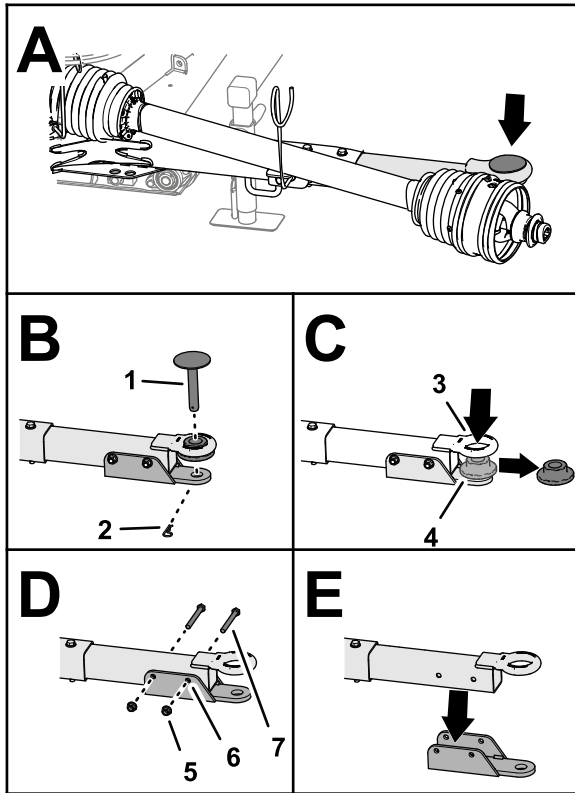

Figure 7
1. Retirez la goupille fendue qui fixe la goupille d'attelage à la barre de remorquage, puis retirez la goupille d'attelage (Figure 7).
2. Déposez la douille à bride de l'anneau d'attelage (Figure 7).
3. Retirez les 2 contre-écrous à embase et les 2 vis qui fixent le support de chape à la barre de remorquage, puis déposez le support de chape (Figure 7).